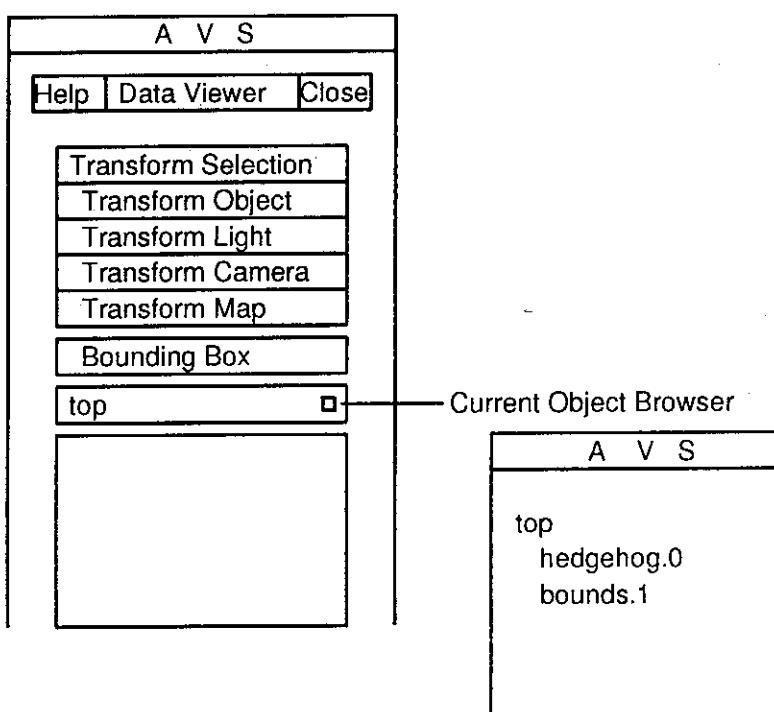

図 1.44. Current Object Browser
- 2) コントロールパネルを（図 1.44）に表示される正方形のボタンをクリックすると Current Object Browser を表示します。